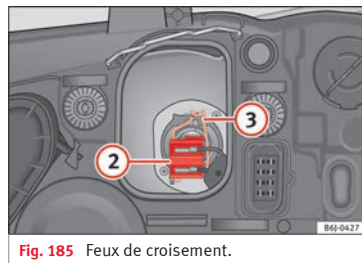

Fig. 185 Feux de croisement.
- Retirez le connecteur » fig. 185 ② de l'ampoule.
» **fig. 185** ③ en le pressant vers l'intérieur et vers la droite.